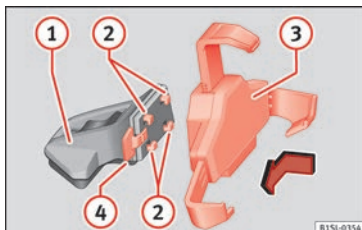

Fig. 134 Assembler le support universel et le bras de fixation.
- Dans ce cas, montez le logement pour le smartphone » fig. 134 1.
- Maintenez le support universel » fig. 134 3 et appuyez sur la touche de déverrouillage » fig. 134 4.
- Introduisez le support universel » fig. 134 3 dans les encastrement 2 du bras de support 1.
- Déplacez le support universel latéralement en direction du blocage 4 jusqu'à entendre un clic » fig. 134 4.